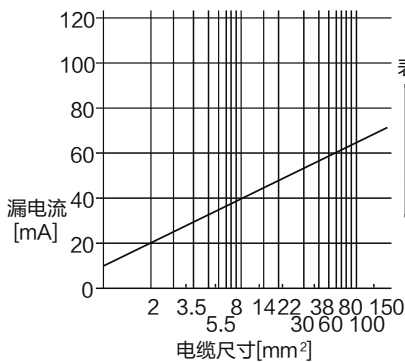

图13.1 CV电缆铺设在金属线槽内产生的漏电流举例（I_{g1},I_{g2}）
- I_{g1}: 从漏电断路器到伺服放大器输入端的漏电流（见图 13.1。）
- I_{g2}: 从伺服放大器输出端子到伺服电机的漏电流（见图 13.1。）